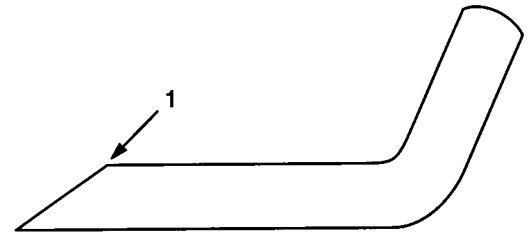

Figure 19
- Examiner l'état des tranchants de toutes les lames. Les affûter s'ils sont émoussés ou ébréchés. Affûter seulement la face supérieure du tranchant et conserver l'angle de coupe d'origine pour obtenir une coupe nette (Fig. 19). La lame reste équilibrée si les deux tranchants sont affûtés de la même manière.